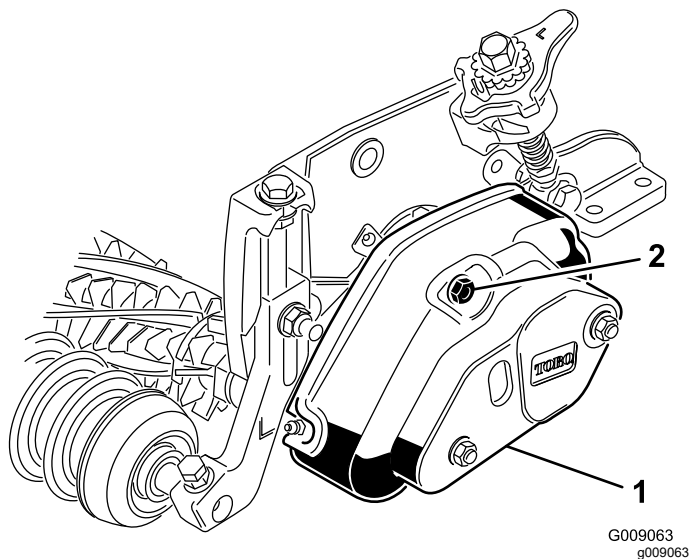

図 20
1. グルーマカバー取り付けナット2個を外して、カバーを外す 図 20。